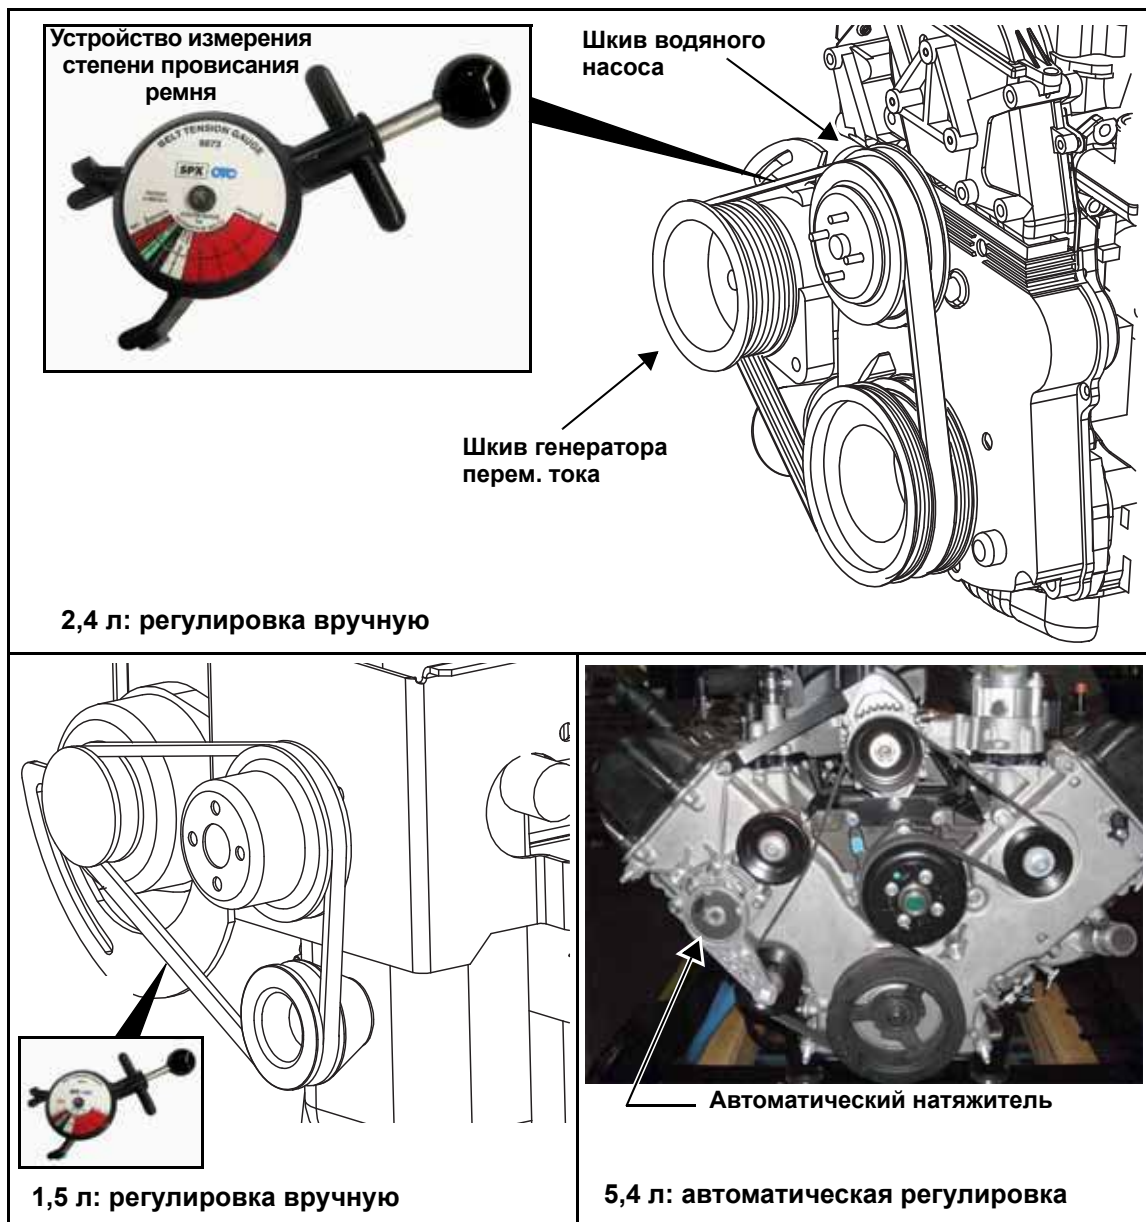

Рис. 5-12. Проверка состояния/регулировка вспомогательных приспособлений/натяжения приводного ремня
- При использовании подходящего измерительного устройства приложите силу в размере 10 кгс (22 фунта) посередине между шкивами водяного насоса и генератора переменного тока. См. Рис. 5-12